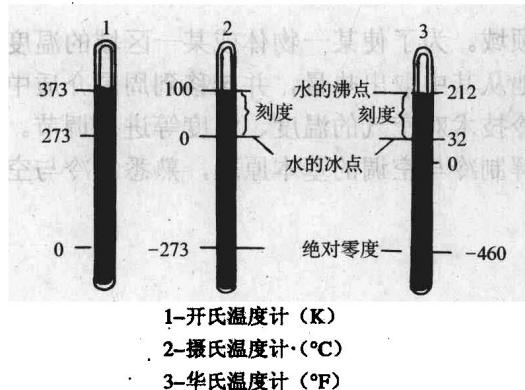

图 1-1 3 种温标的关系
(3) 华氏温标。其符号本书用  $\theta$  表示, 单位为 °F。华氏温标是在一个标准大气压下把纯水的冰点温度定为 32°F, 沸点温度定为 212°F, 其间分成 180 等份, 每一等份称为 1°F。
(4) 3 种温标之间的关系如图 1-1 所示。